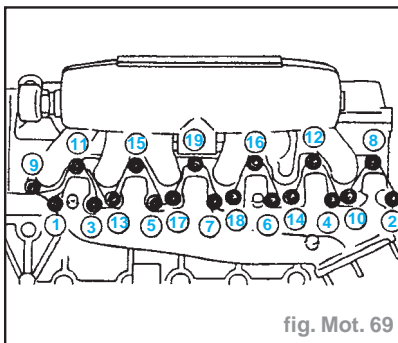

fig. Mot. 69
- Lors de la repose des collecteurs, serrer les boulons/écrous dans l'ordre inverse de la dépose. Serrer en deux ou trois étapes (fig. Mot. 69).